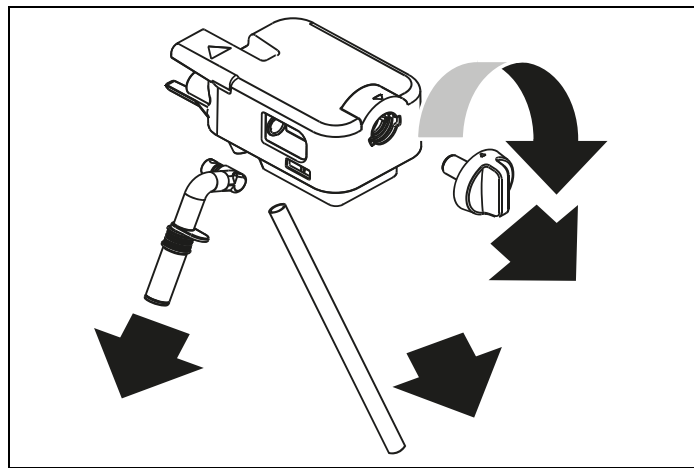

Fig. 52
- Vrid skumjusteringsratten medurs till läget "INFÖR" (Fig. 52) och dra av.